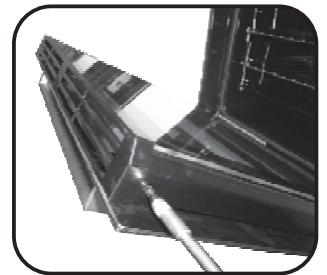

Abbildung 3
- Entfernen Sie die Schrauben wie in Abbildung 3 dargestellt. (Abbildung 3)